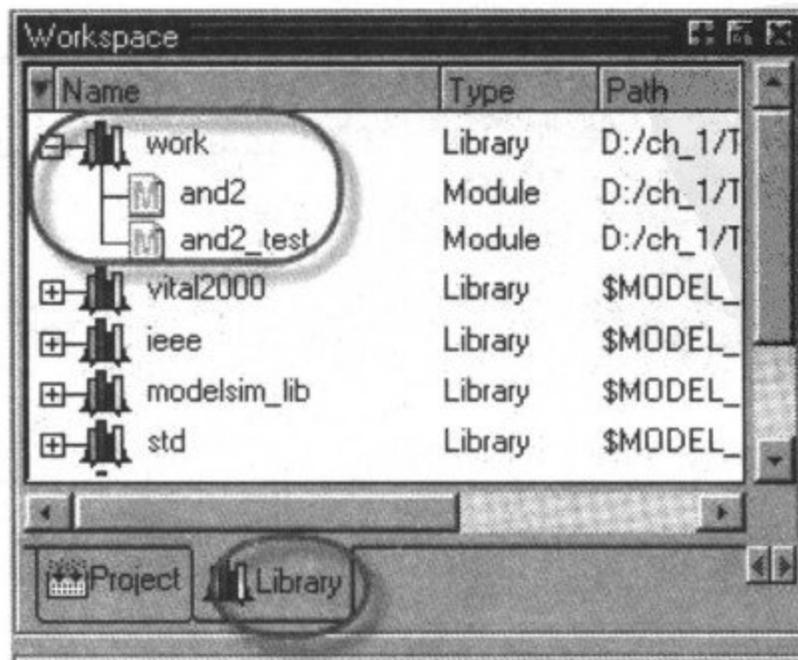

图 3-74 打开 Library 选项卡
(1) 打开 Library 选项卡, 点击 work 旁边的加号, 如图 3-74 所示。